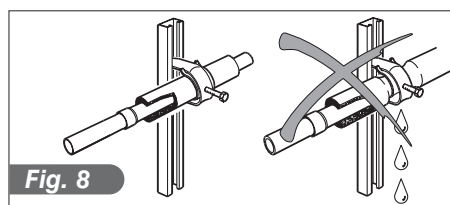

Fig. 8
- 2) Fixação dos suportes nos tubos isolados. (Fig.8)